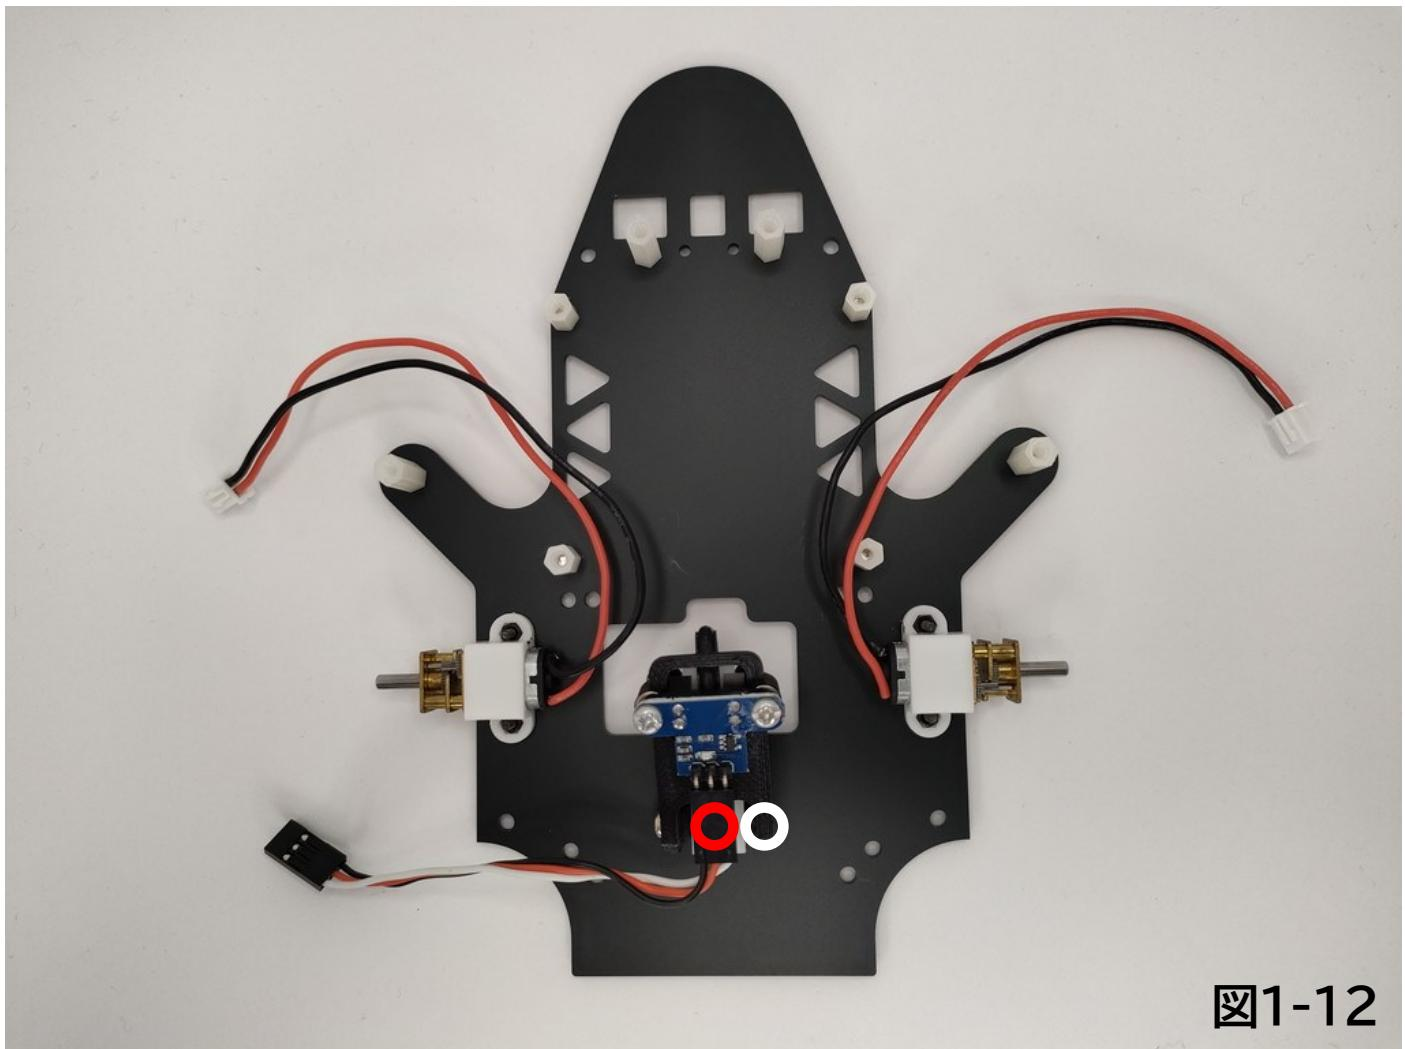

図1-12
3. 再びシャーシを表にしてパートNo.7「ロータリーエンコーダ」を図1-12の赤い丸の位置に合わせ、シャーシを裏返し、ロータリーエンコーダ付属のネジで固定します。